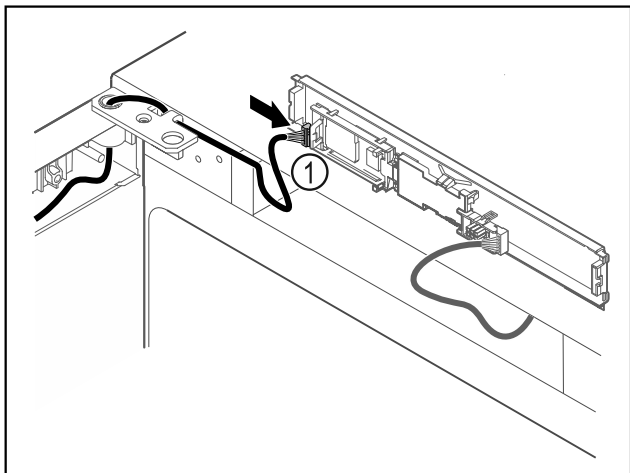

Fig. 65
- Dugja be a dugót Fig. 65 (1) a NYÁK-on.